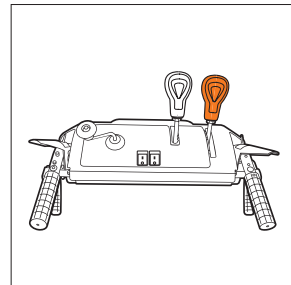

Рис. 6
- Установите рычаг выбора передач на панели управления во вторую заднюю скорость (Рис. 6).